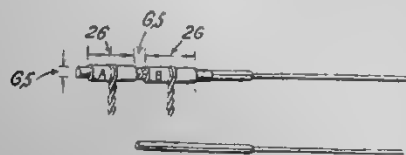
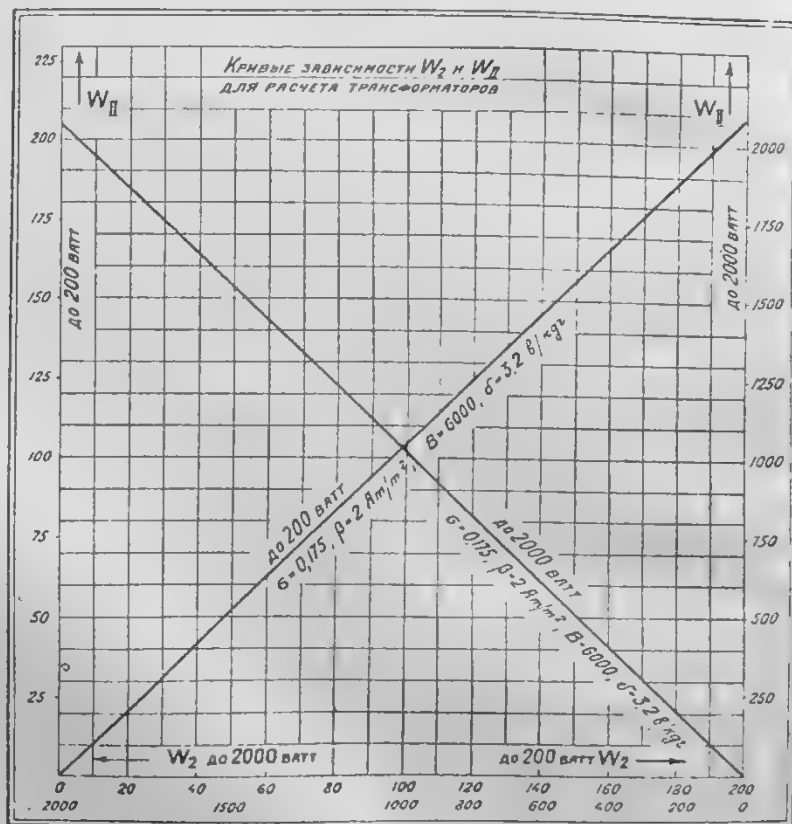

Рис. 5. Конструкция конденсатора.
Рис. 6. График для расчета.
Переменный конденсатор состоит из стеклянной трубки, внешний диаметр которой равен 6,5 мм, длиной в 80 мм, обклеенный кругом на расстоянии 6,5 мм друг от друга двумя кусками тонкой меди или станиоля А и Б, длиной 26 мм каждый (рис. 5). Внутри трубки с легким тре-
Рис. 6. Конструкция приемника: сверху толстый горизонтальный провод длиной в 1 метр, служащий антенной. Индуктивно с ним связан провод в виде полуокружности радиусом в 25,5 мм, концы которого присоединены к обкладкам конденсатора конструкции рис. 5. Обкладки присоединены к блокировочному конденсатору (правая через детектор), включенному параллельно к телефону.
находим по графике рис. 6 величину W_2 .
1) $\sqrt{W_2}$ — то же самое, что $W_2^{0.5}$, и находится из графике рис. 6.
По графике рис. 6 $W_{II} = 201,4$ вольт-амп.